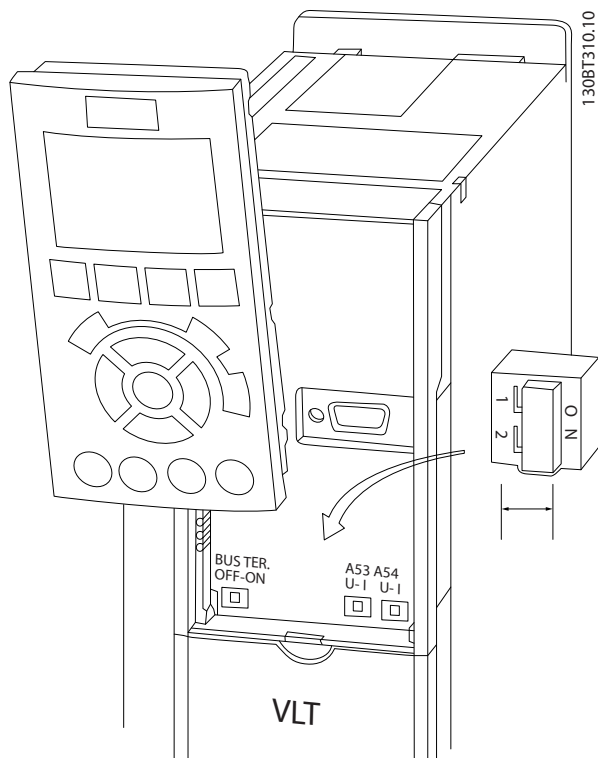

图 2.18 端子 53 和 54 开关及总线端接开关的位置
- 在拆下 LCP 后可以看到这些开关 (请参阅图 2.18)。注意,设备的某些选件卡可能挡住这些开关,因此必须拆卸它们才能更改开关设置。拆卸选件卡之前,务必断开设备电源。